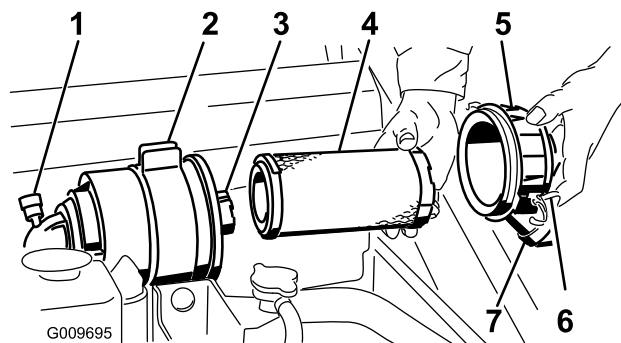

Figure 33
Important: Faites l'entretien du filtre à air uniquement quand l'indicateur de colmatage est rouge (Figure 33). Changer le filtre à air prématurément ne fait qu'accroître le risque de contamination du moteur par des impuretés quand le filtre est déposé.
4. Ouvrez les verrous du filtre à air et séparez le couvercle du corps du filtre (Figure 33).
1. Sortez l'élément principal du corps du filtre avec précaution (Figure 33). Évitez de cogner l'élément à l'intérieur du corps.
4. Si vous remplacez l'élément filtrant de sécurité, insérez-le avec précaution dans le corps du filtre (Figure 33).
5. Placez ensuite l'élément principal sur l'élément de sécurité avec le même soin (Figure 33). Assurez-vous qu'il est bien engagé en appuyant sur le rebord extérieur.
6. Reposez le couvercle du filtre à air, le côté portant l'inscription « UP » en haut, et fermez les dispositifs de verrouillage (Figure 33).